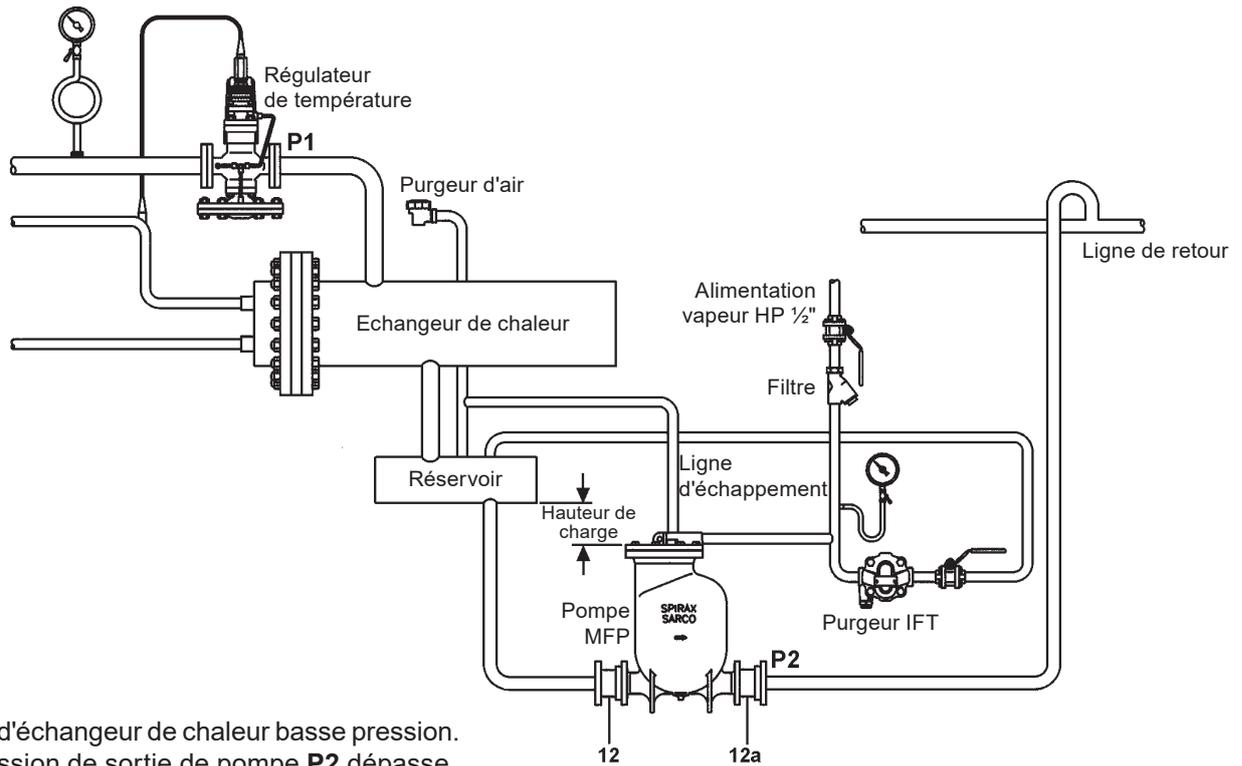

Fig. 6
1. Installer la pompe sous l'élément à purger avec l'échappement verticalement ascendant. La pompe doit être installée en respectant la hauteur de charge (distance à la verticale entre le point haut de la pompe et le point de purge du collecteur) comme indiqué paragraphe 3.2 et sur les Fig. 6 et 7. Pour d'autres hauteurs de charge, se référer au tableau de débit séparé.
2. Afin d'éviter l'engorgement de la pompe pendant la phase de décharge, un collecteur ou réservoir doit être installé dans un plan horizontal au-dessus de la pompe, comme représenté Fig. 6. Pour un bon dimensionnement du collecteur/réservoir, voir les tableaux 1 et 2, page 16 et 17. Toutes les tuyauteries d'entrée sont de diamètre standard.